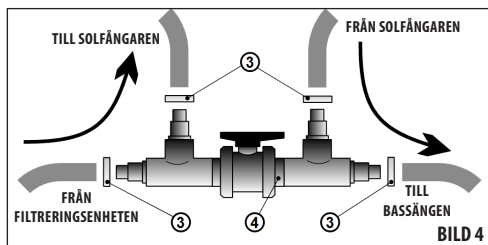

BILD 4
- 2) Om den manuella förbikopplingen (4) används skall den anslutas med slanghullar till solfångaren. Anslutningen görs med slangar och slangklämmor (3)-se BILD 4.
- 5) Utloppslslangen från filtreringsenheten ansluts med en slanghull till ena sidan av den manuella förbikopplingen (4).
- 6) Nästa nya slang ansluts med den manuella förbikopplingens kvarvarande slanghull (4) till bassängens returmunstycke.
- 7) Kontrollera slangkopplingen och dra åt slangklämmorna (3).